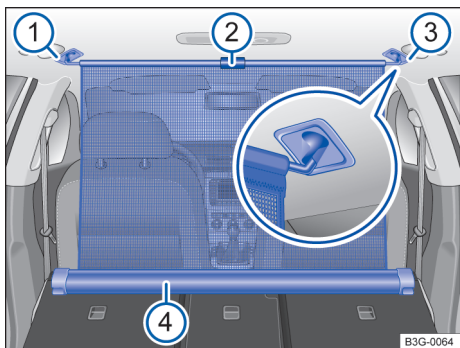

Fig. 188 No compartimento de bagagens: rede divisória encaixada com encostos do banco traseiro dobrados para frente.
- Tirar a rede divisória com a tira → Fig. 188 ② da carcaça ④, puxando-a para cima.
- Prender a rede divisória no lado direito → Fig. 188 ③ (lupa).
- Prender a rede divisória no lado esquerdo, comprimindo a barra transversal no alojamento → Fig. 188 ①.
A rede divisória estará fixada corretamente se as extremidades em forma de T estiverem seguramente presas nos respectivos alojamentos → Fig. 188 ③ e ①
- Conduzir a rede divisória totalmente para baixo para a carcaça → Fig. 188 ④.